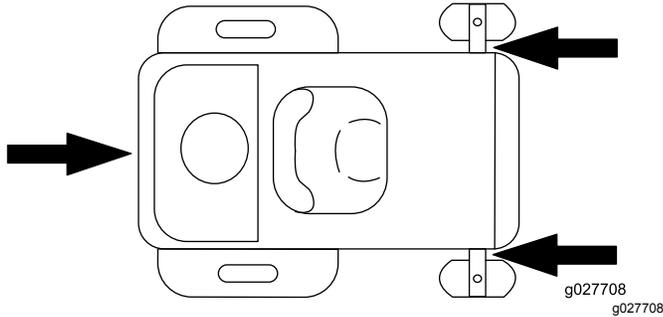

Figura 29
- Sujete la máquina firmemente al remolque o al camión con cadenas, correas, cables o cuerdas. Utilice únicamente los cuatro lugares designados de amarre en el cortacésped: dos a la izquierda y dos a la derecha (Figura 29). Utilice estos lugares incluso al transportar el cortacésped con un accesorio conectado. El uso de lugares no designados para este fin pueden producir daños en el cortacésped y/o en el accesorio.